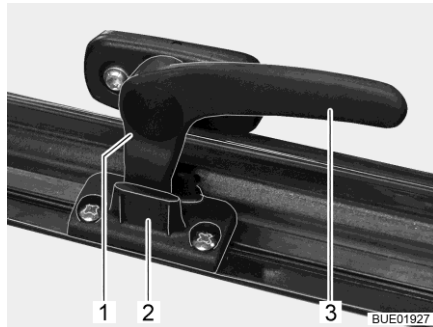

Fig. 15 Leva di serraggio in posizione "Aerazione continua"
- In posizione di "Aerazione continua" (Fig. 15)
- Ruotare la leva di serraggio (Fig. 15,3) di un quarto di giro verso il centro della finestra.
- Ruotare la leva di serraggio di un quarto di giro verso il telaio della finestra. Riportare contemporaneamente il nasello di chiusura (Fig. 15,1) nella rientranza della chiusura della finestra (Fig. 15,2).